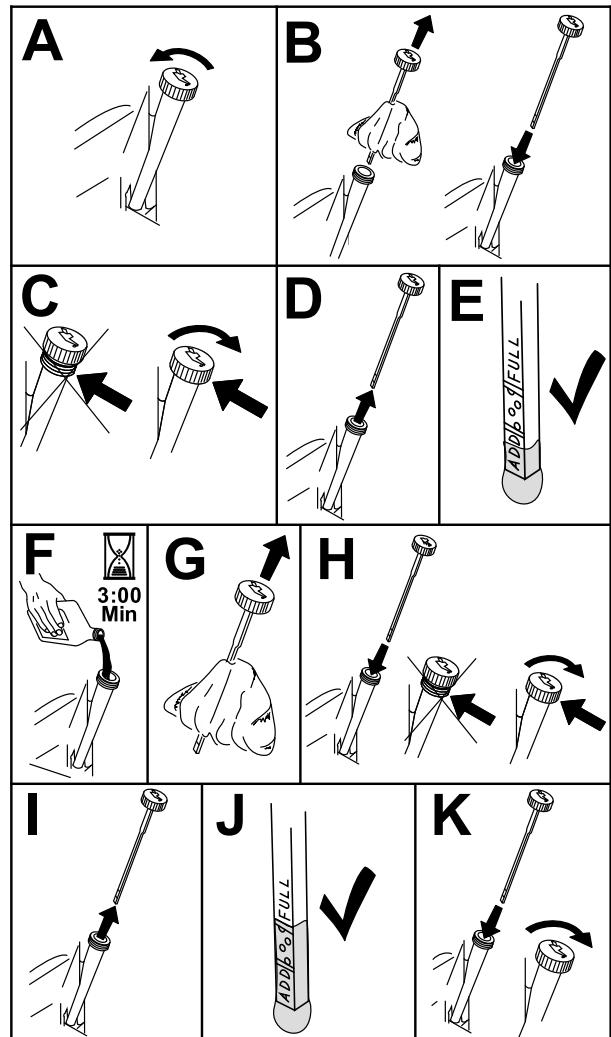

Figura 36
6. Para que no entre suciedad, recortes de hierba, etc., en el motor, limpíe la zona alrededor del tapón de llenado/varilla de aceite antes de retirarlo (Figura 36).